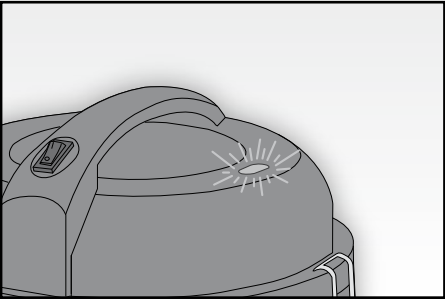

Fig. 6
Una volta inserito l'accessorio, è possibile estendere il tubo telescopico agendo sulla relativa leva a scatto fino alla lunghezza desiderata (FIG. 6). Rilasciare la leva per fissarne la lunghezza desiderata.
- Quando il contenitore (H) è pieno l'indicatore di livello (F) posto sul coperchio diventa rosso (FIG. 6).